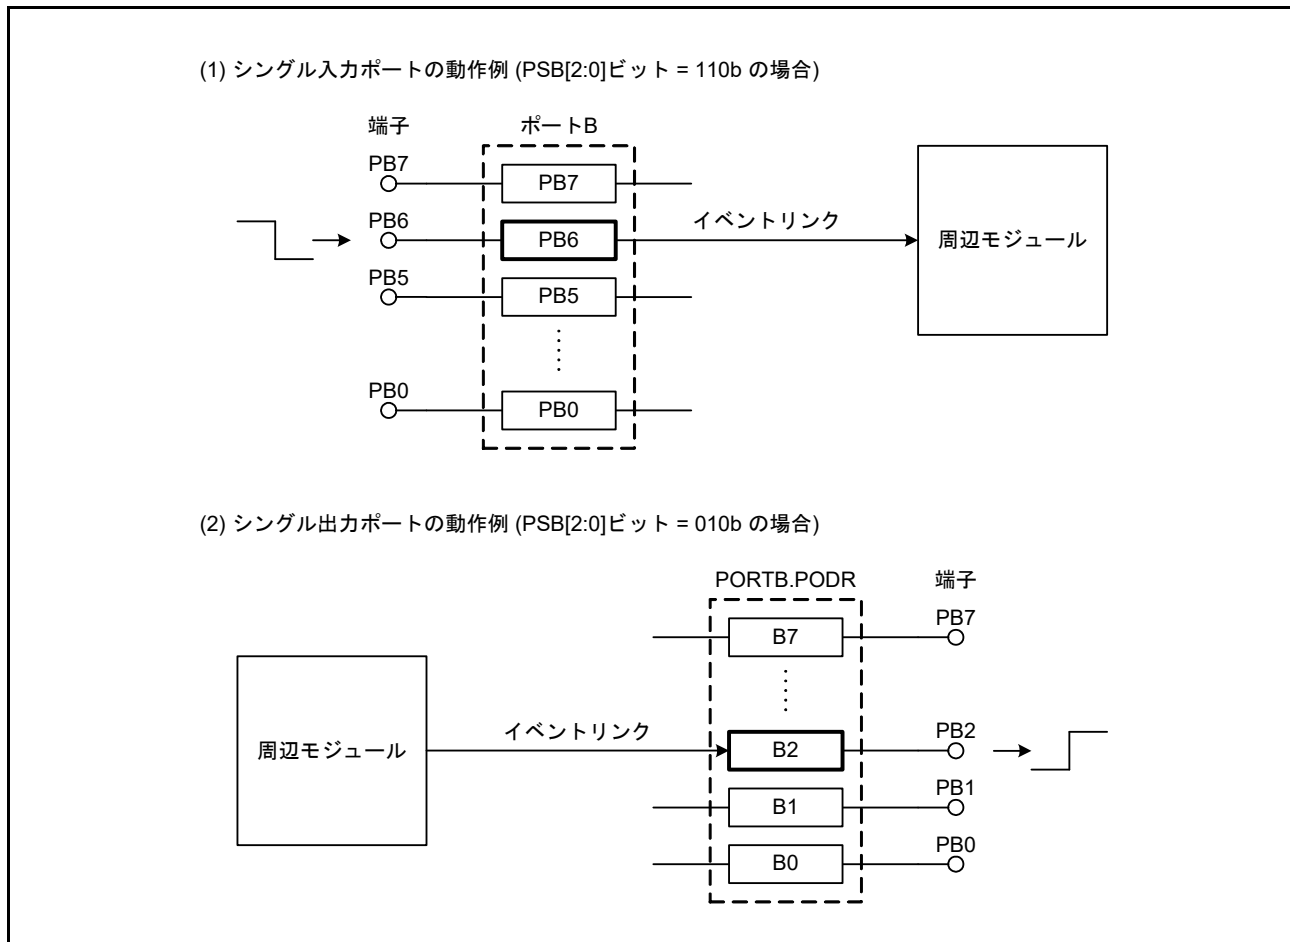

図 21.3 シングルポートのイベントリンク動作 (ポート B の場合)
入力に設定されているシングルポートは、対応する端子への入力信号が変化するとイベント信号を出力します。イベント発生条件は、PELm.PSM[1:0] ビット (m = 0 ~ 3) で設定します。図 21.3 (1) にシングルポートのイベントリンク動作を示します。
出力に設定されているシングルポートにイベント信号が入力されると、対応する端子のレベル (PODR レジスタの値) が PELm.PSM[1:0] ビットで指定したとおりに変化します。図 21.3 (2) にシングルポートのイベントリンク動作を示します。